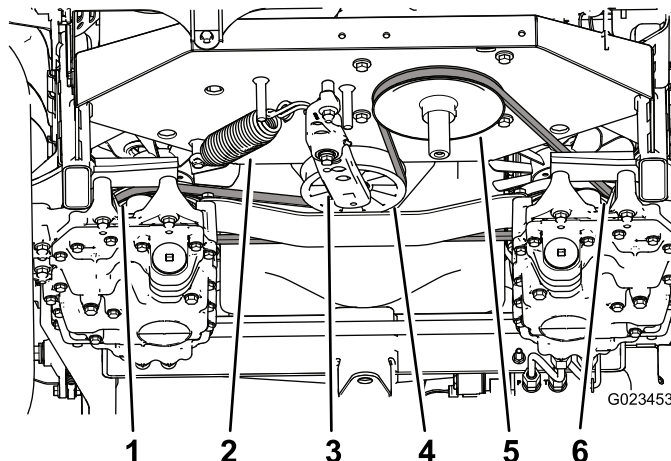

図 56
3. テンショナスプリングの回転を止めるために、テンショナアームについている四角い穴にラチェットを差し込んで保持する 図 56。その状態でテンショナプーリからベルトを外す。
4. テンショナアームおよびフレームからテンショナスプリングを外す 図 56。
9. テンショナアームおよびフレームにプリングを取り付ける 図 56。